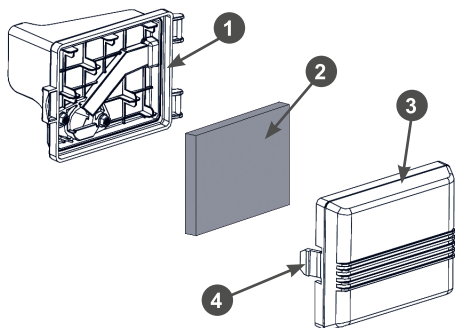

Рис. 19 Обслуживание воздушного фильтра
1. Нажмите на защёлку 4 и снимите крышку 3 воздушного фильтра (Рис. 19).
2. Извлеките из корпуса 1 фильтрующий элемент 2 (Рис. 19).
5. Произведите очистку крышки 3 и корпуса 1 воздушного фильтра, не допуская попадания пыли и грязи в воздухопровод, ведущий к карбюратору (Рис. 19).